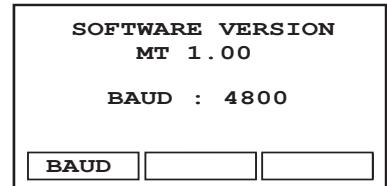

Fig.39. Menu Baud
1. Appuyez sur la touche SET UP et maintenez-la enfoncee pendant environ 2 s jusqu'à ce que le menu Baud s'affiche (voir fig.39) :